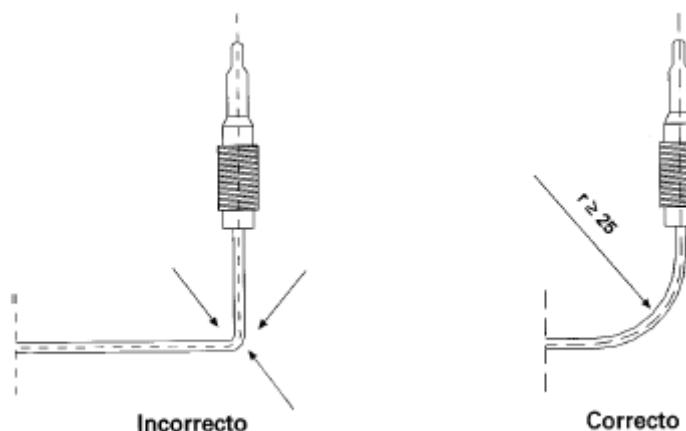

Figura 9.- Radio curvatura termopar
- c) Comprobar que el termopar no tenga codos con radio de curvatura inferior a 25 mm (figura 9), y que no existan aplastamientos fortuitos que puedan haber dañado su aislante.